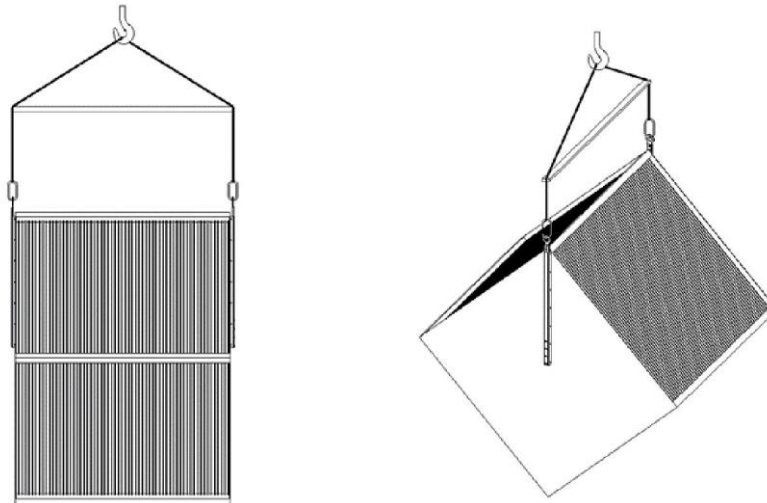

Bild 6 Befestigter Plattenrekuperator
- Maximale Überlappung des Rohrs $A_{max} = 150 \text{ mm}$, siehe Bild 6